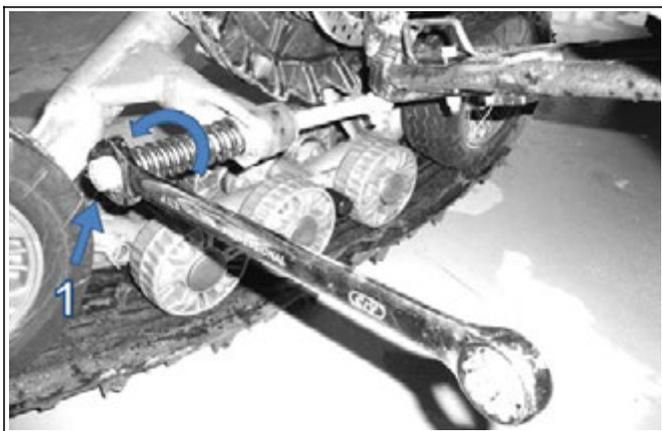

Рис. 3. Натяжная гайка пружины выравнивающей штанги
- Ослабить гайку (1), сжимающую пружину выравнивающей штанги (как на рис. 3).